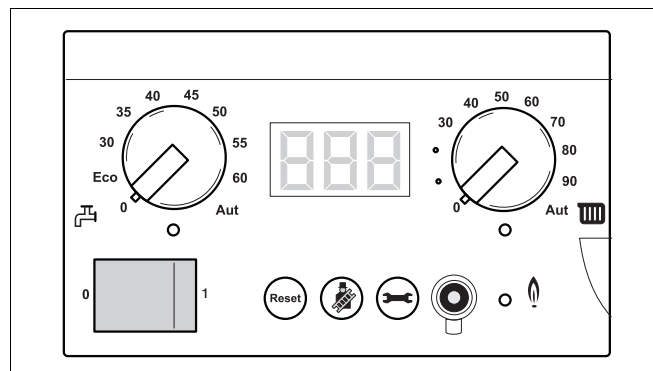

Fig. 65 CV-installatie stroomloos maken
- Neem de netstekker uit de wandcontactdoos (→ fig. 65).